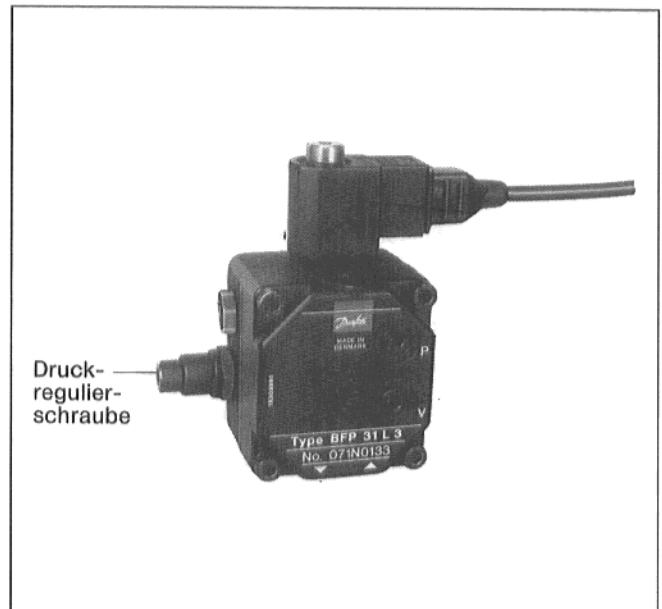

Abb. 8: Danfoss-Pumpe BFP 31L3
Bei zu hohem Rußgehalt und zu hohem CO₂-Wert den Öldruck geringfügig durch Linksdrehung der Druckregulierschraube (s. Abb. 8 u. 9) vermindern.
- 3.2 Zum Reinigen des Ölpumpenfilters bei die vier Innensechskantschrauben lösen (Abb. 8 u. 9).